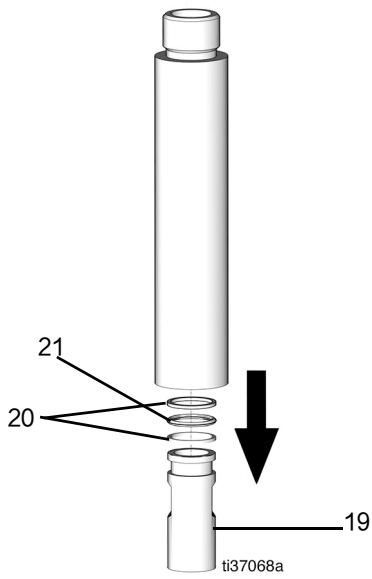

图 41
- 24. 拆下活塞套管 (19) (图 41)。
- 25. 从活塞套管 (19) 上卸下两个 (2) 支撑环 (20) 和 O 形圈 (21) (图 41)。